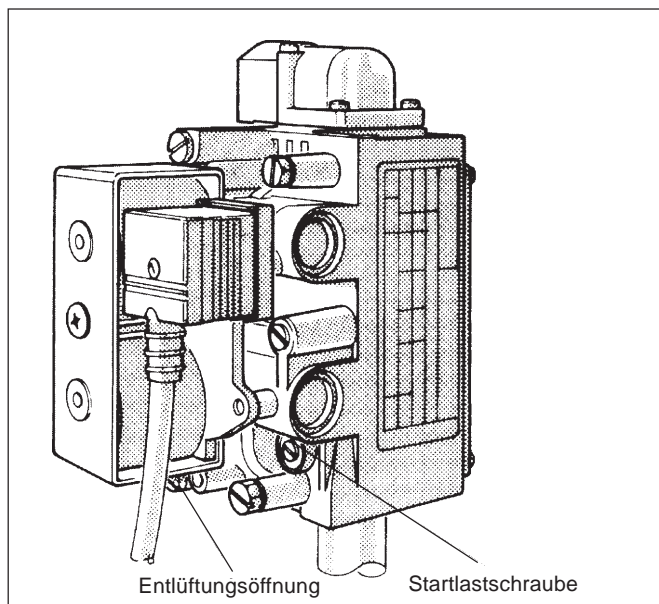

Abb. 35: Gasbrennerarmatur "SIT" 830 Tandem
- Bei "SIT" 830 Tandem: Abdeckkappe über der Entlüftungsöffnung entfernen (Abb. 35).
- Etwa 10 Sekunden, nachdem die Armatur geöffnet hat, erkennbar durch ein leichtes Klicken, Stufendruck am U-Manometer ablesen und durch Drehen in Plus- oder Minus-Richtung an der Startlastschraube (Abb. 35 und 36) auf ca. 7 mbar bei Erdgas